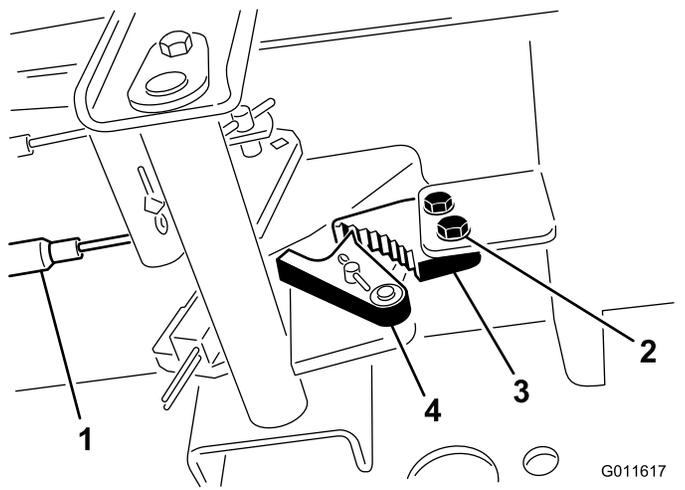

图 98
1. 松开将驻车刹车闸固定到机架的 2 个螺钉图 98。
2. 向前踩驻车刹车踏板直到刹车卡槽完全接合刹车闸图 98。